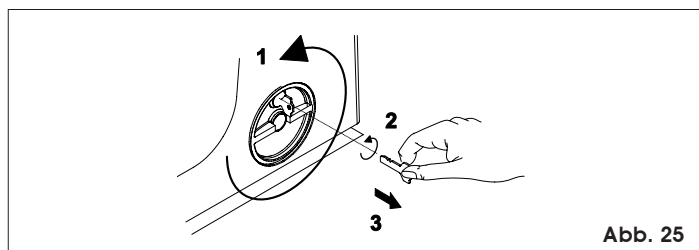

Abb. 25
- 1) Das Entriegelungssystem im Gegenuhrzeigersinn um ca. 180° drehen, wie in Abb.25 gezeigt.
- 2) Den Schlüssel im Gegenuhrzeigersinn drehen und vom Schloß abnehmen, wie in Abb. 25 gezeigt.